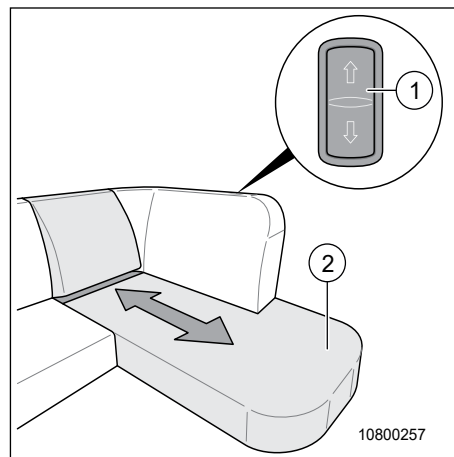

Fig. 63 Rentrer et sortir la méridienne
1. Sortir et rentrer la méridienne (Fig. 63, pos. 2) en appuyant sur la touche (Fig. 63, pos. 1).